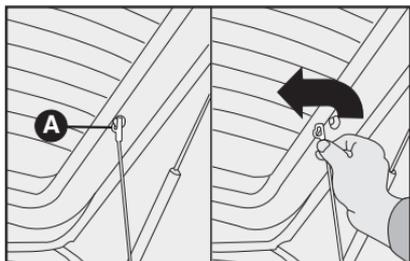

fig. 126
1) Desenganche las extremidades superiores **A-fig. 126** de los dos tirantes superiores, desprendiéndolas de sus pernos.